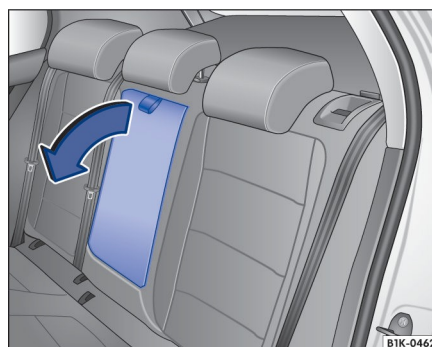

Рисунок 60. Откидной средний подлокотник заднего ряда сидений
- Чтобы откинуть подлокотник: потяните за язычок в направлении стрелки → Рисунок 60.
- Чтобы убрать подлокотник: откиньте средний подлокотник вверх против направления стрелки → Рисунок 60 и вдавите его в спинку